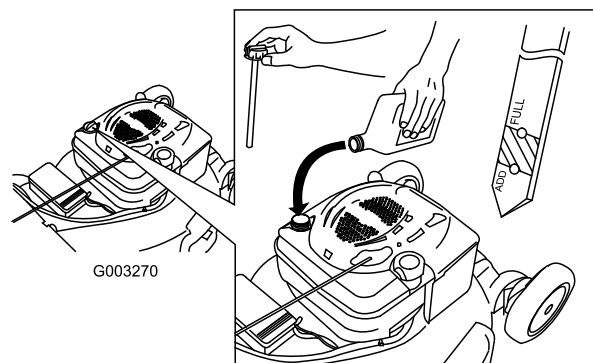

Figure 37
4. Versez de l'huile **lentement** dans le goulot de remplissage pour faire monter le niveau de liquide jusqu'au repère du **plein** (Full) sur la jauge (Figure 37). Attendez 3 minutes après avoir fait l'appoint d'huile avant de contrôler le niveau d'huile avec la jauge. **Ne remplissez pas excessivement.** (Remplissage max. : 0,59 l (20 oz), type : huile détergente SAE 30 de classe de service API SF, SG, SH, SJ, SL ou supérieure.)